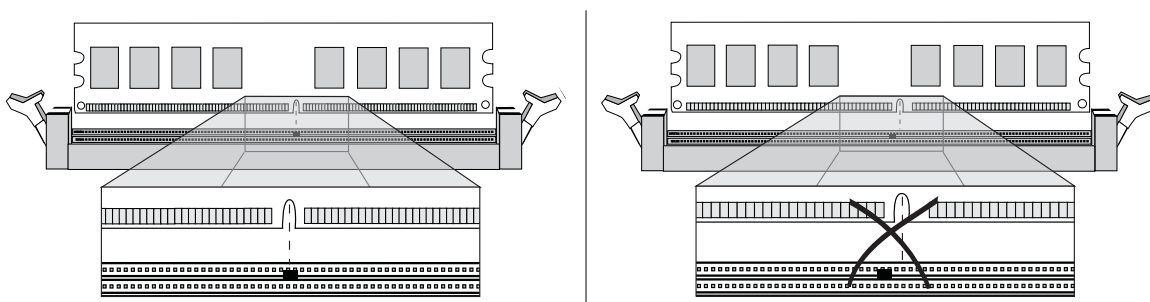

Abbildung 13. DIMMs einbauen
6. Positionieren Sie das DIMM über dem Sockel. Bringen Sie die kleine Einkerbung an der unteren Kante des DIMMs mit der entsprechenden Markierung am Sockel zur Deckung (siehe Abbildung 13).